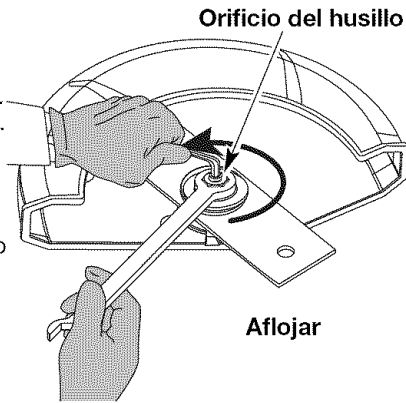

Fig. 19
1. Coloque la llave tipo "Allen" de 5/16" en el orificio del husillo (Fig. 19).
2. Mientras sujeta la llave tipo "Allen" en su lugar, afloje la tuerca con una llave de 15/16" girándola hacia la izquierda (Fig. 19).